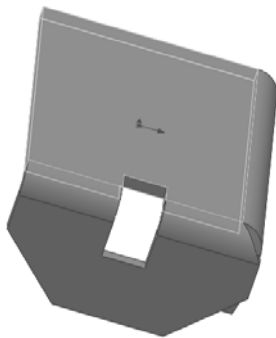

图 10-118 将钣金零件重新折叠
(4) 单击“钣金”工具栏中的  (折叠) 按钮, 或选择“插入”→“钣金”→“折叠”菜单命令, 弹出“展开”属性管理器。
(5) 在图形区域中选择在展开操作中选择的面作为固定面, 选择展开的折弯作为要折叠的折弯, 单击  (确定) 按钮, 结果如图 10-118 所示。